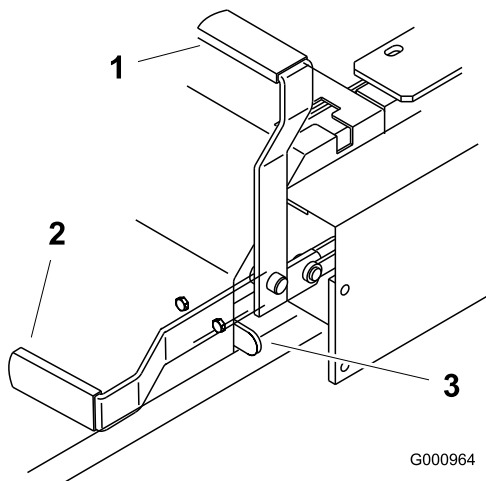

Bild 10
2. Ziehen Sie den Feststellbremshebel nach hinten und oben, um die Feststellbremse zu aktivieren (Bild 10). Der Feststellbremshebel muss fest in der aktivierten Stellung bleiben.
Drücken Sie den Feststellbremshebel nach vorne und unten, um die Feststellbremse zu lösen (Bild 10). Die Feststellbremse ist gelöst und der Hebel liegt am Bremsanschlag an.